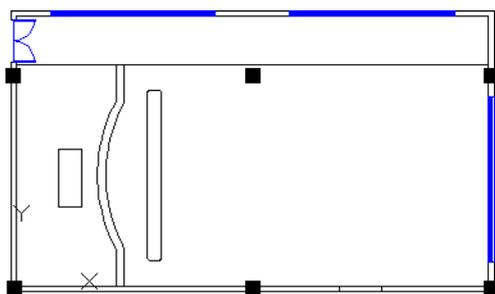

图 17.12.37 绘制矩形 2
Step7. 绘制图 17.12.37 所示的矩形 2。选择下拉菜单 **绘图(D)** → **矩形(C)** 命令，在命令行中输入 F，指定矩形的圆角大小为 100，输入矩形的第一点为 (4800,7100)，设定矩形的长度与宽度分别为 500 和 6000。